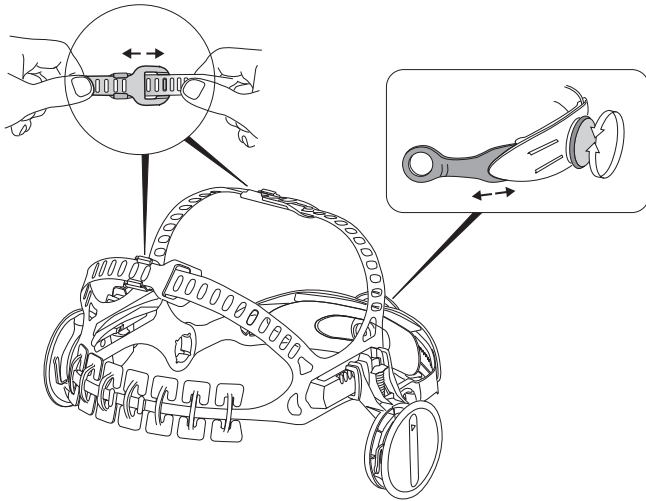
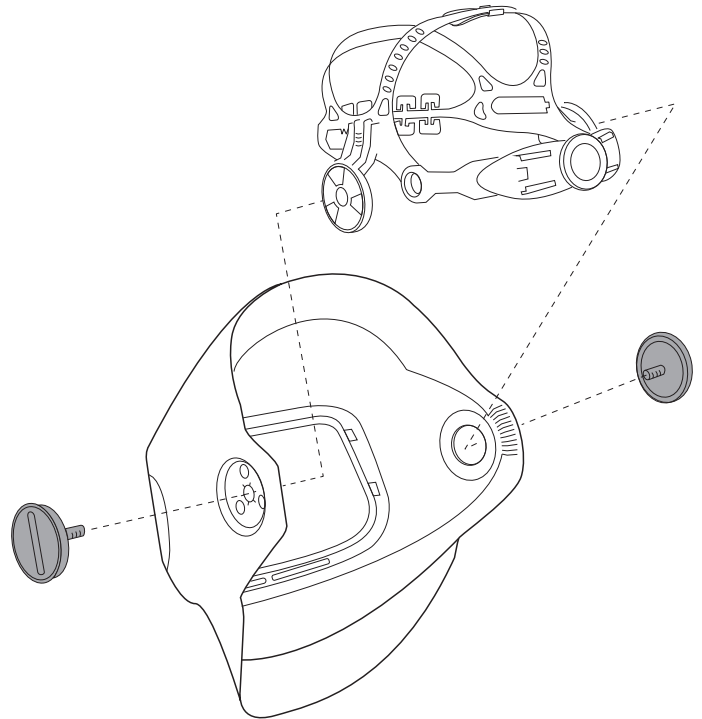

Fig. 3a
Fig. 3b
3. Gira la perilla de trinquete en la parte trasera de la suspensión en el sentido de las agujas del reloj hasta que la suspensión se sienta cómoda, pero cómoda (Fig. 3a). Para aflojar, si es necesario, gira la perilla en el sentido contrario a las agujas del reloj. La suspensión se adapta a tamaños de cabeza entre 50 y 64 cm (talla de sombrero de EE. UU. entre 6 3/8 a y 8 in). Ajusta las partes superiores de la suspensión para mayor comodidad (Fig. 3a). Para facilitar el ajuste inicial de la suspensión del cabezal (y también para el reemplazo) se puede retirar la careta para soldar (Fig. 3b).